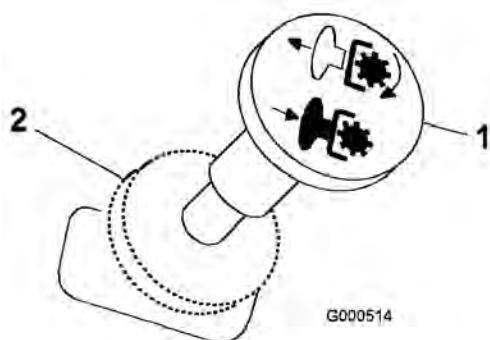

Bild 8
- Kuppeln Sie die Messer aus, indem Sie den Zapfwellenantriebsschalter in die Aus-Stellung stellen (Bild 8).